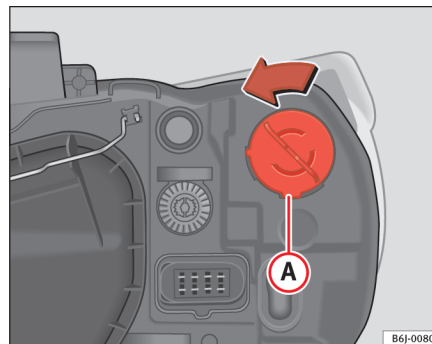

Fig. 150 Clignotant de phare simple
- Tournez le porte-lampes ⇒ fig. 150 Ⓐ vers la gauche puis tirez.